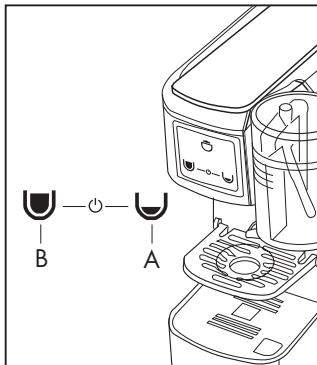

Fig. 7
Si la machine reste allumée sans être utilisée, la fonction d'économie d'énergie s'active et une touche sur le panneau de commande (2) clignote. Pour réinitialiser la machine presser une touche (A ou B) et attendre le réchauffement (**Fig.7**).